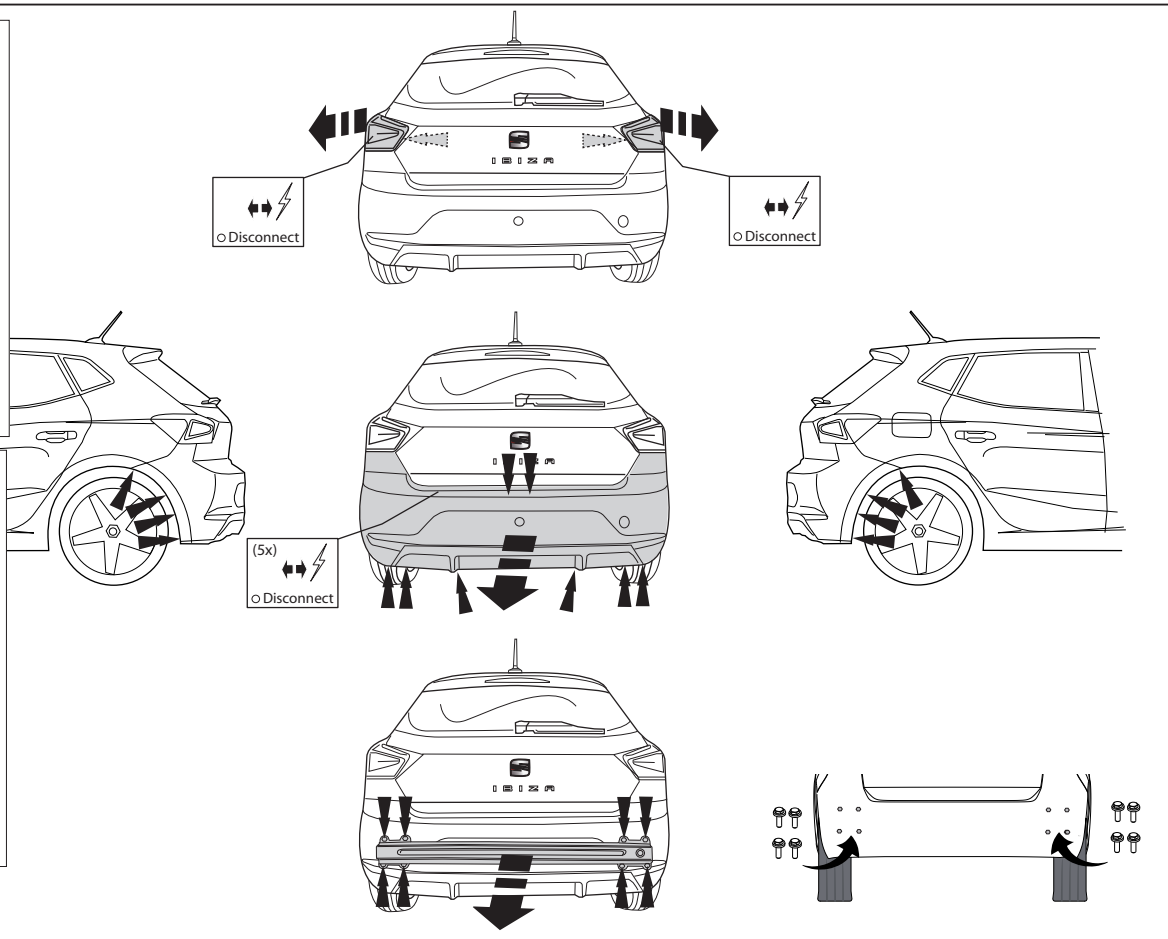

Fig. 1
См. рисунок 1.
3. Снять указанные детали. См. рисунок 1.